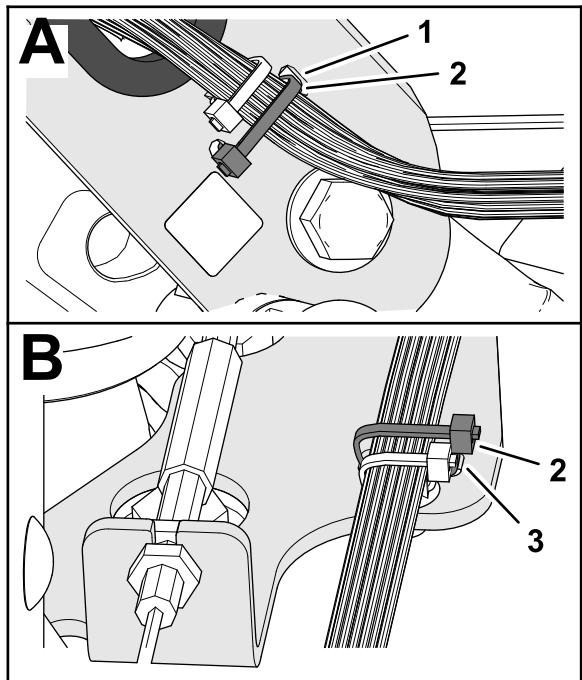

**Figura 10**
4. Inserite l'ancoraggio a spinta del cablaggio preassemblato della macchina nel foro del canale della maniglia (Figura 10).